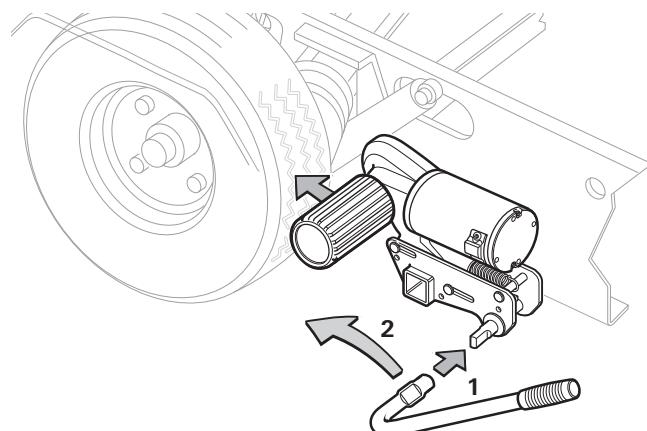
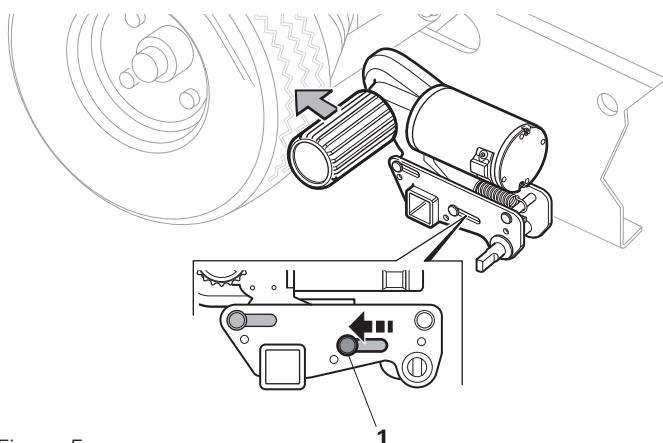

Figure 4
Figure 5
- Enfoncer le levier de plaquage sur l'arbre de rabattement (figure 4 - 1).
- Tourner le levier de plaquage dans le sens de la flèche (vers la roue du véhicule) (figure 4 - 2) jusqu'à ce que l'indicateur de position dans le boîtier se trouve sur « ✓ » (figure 5 - 1). L'unité d'entraînement s'enclenche en position finale et le rouleau d'entraînement se presse d'environ 20 mm contre le pneu. Cela doit être vérifié sur les deux côtés avant la manœuvre.